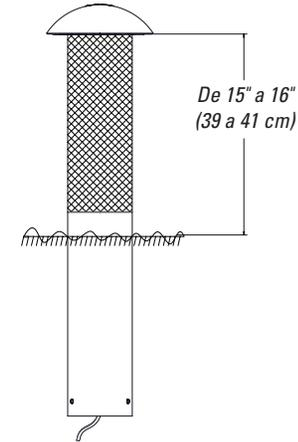

Figura 13
3. Inserta el altavoz L42XC en el agujero. Ajusta el nivel de grava como sea necesario para lograr la altura del altavoz por encima del nivel del suelo que desees. La parte inferior de la caperuza de la luz debe estar a unos 39 - 42 cm por encima del nivel del suelo, tal como se muestra en la Figura 13.